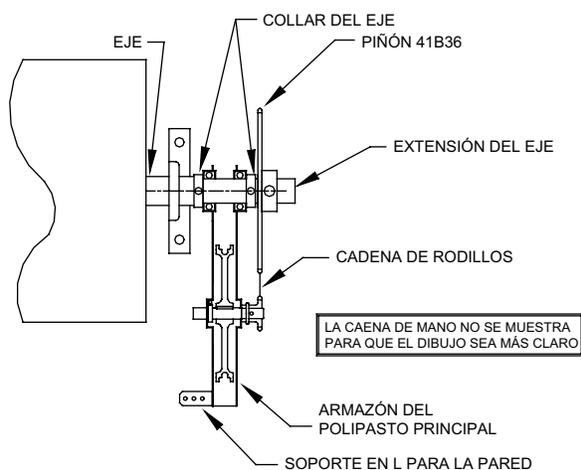

Figura 13
**9.2 Operador de accionamiento reducido:** instalación de polipasto de cadena 4:1 como se indica en la Figura 13.